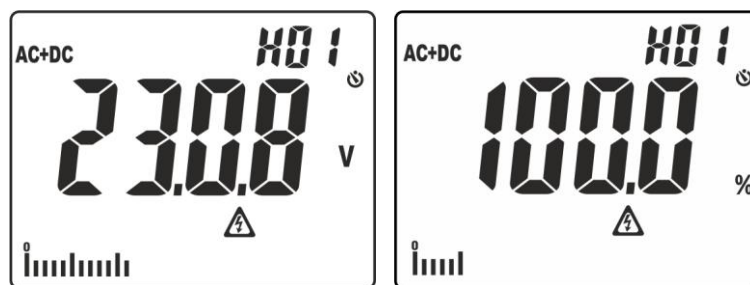

Fig. 3: Visualizzazione ampiezze analisi armonica
- Pressione semplice del tasto per visualizzazione ampiezze delle armoniche di tensione e corrente fino al 25° ordine (**Hdc**, **H01... H25**) in formato assoluto o percentuale in rapporto alle fondamentali dei segnali in ingresso (per valori di tensione VAC > 0.5V e corrente AC > 0.5A e frequenza compresa tra 42.5Hz ÷ 69Hz) e il valore percentuale del parametro **THD%** (vedere § 9.3) come mostrato in Fig. 3. Usare i tasti **▲/ZERO** e **▼/Ⓜ** per aumentare/diminuire l'ordine dell'armonica